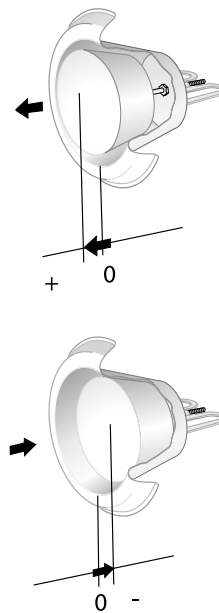

Abb. 2. Einregulierung.
- Die Korrektur des Oktavbands K_{OK} wird beim Nullpunkt des Kegels gemäß Abb. 2 angegeben.